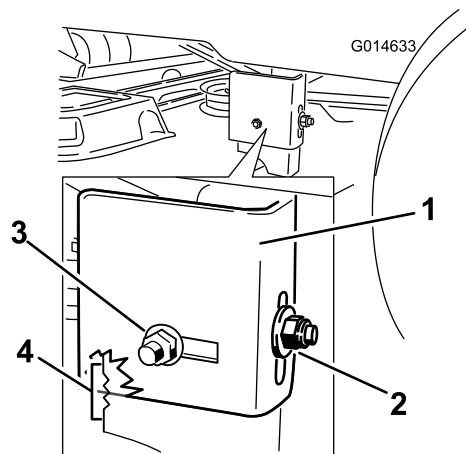

Figura 51
8. Afloje la tuerca de bloqueo trasera de la pletina de suspensión justo lo suficiente para poder retirar la pletina (Figura 51).